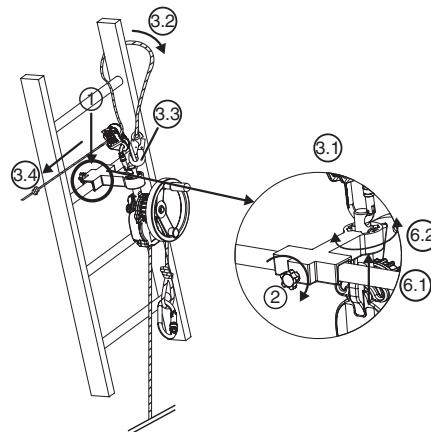

Fig. 7
6. Orientare l'apparecchio derope™ secondo la necessità modificando la posizione dell'asse di aggancio nel dispositivo di posizionamento (Fig. 7, 6.1 – 6.2).
### 6.3.3. Apparecchio derope™ UP K (Fig. 7)
1. Posizionare la piccola console bloccabile sul piolo della scala nella posizione scelta per effettuare l'operazione di salvataggio, al di sopra della persona da evadere (Fig. 7, 1).
2. Stringere l'asse di bloccaggio che si trova dietro la console di appoggio mediante il pulsante di serraggio (Fig. 7, 2).
- Fissare il connettore del dispositivo di regolazione LCM 05 nel foro della parte superiore dell'asse di aggancio (Fig. 7, 3.1).
- Far passare il cordino di sicurezza attorno al piolo della scala situato al di sopra della console avvolgendolo intorno ad uno dei montanti della scala (Fig. 7, 3.2).
- Collegare il connettore del cordino di sicurezza al connettore del dispositivo di regolazione LCM 05 (Fig. 7, 3.3).
- Tendere il cordino di sicurezza tirando sull'estremità libera (Fig. 7, 3.4).